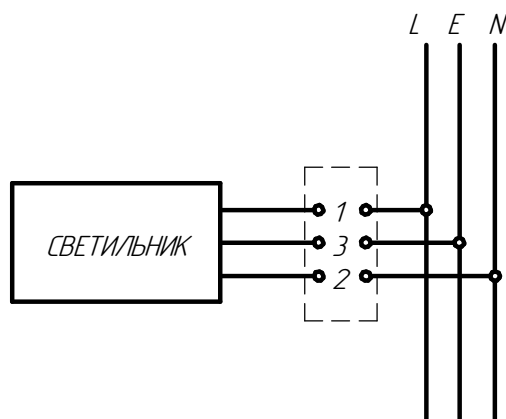

Рисунок 2 - Схема подключения к сети светильников
5.5 Присоедините сетевые провода к клеммной колодке (коннектору) согласно схеме электрической (рис. 2).